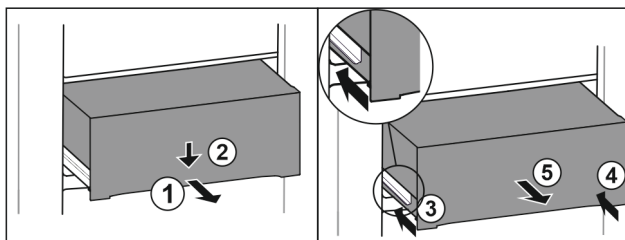

Fig. 208
- Zásuvku napůl vytáhněte. Fig. 208 (1)
- Stlačte zásuvku na přední straně dolů. Fig. 208 (2)
- Zasuňte levou kolejničku přibližně do 2 cm. Fig. 208 (3)
- Zasuňte pravou kolejničku přibližně do 2 cm. Fig. 208 (4)
- Vyjměte zásuvku dopředu. Fig. 208 (5)